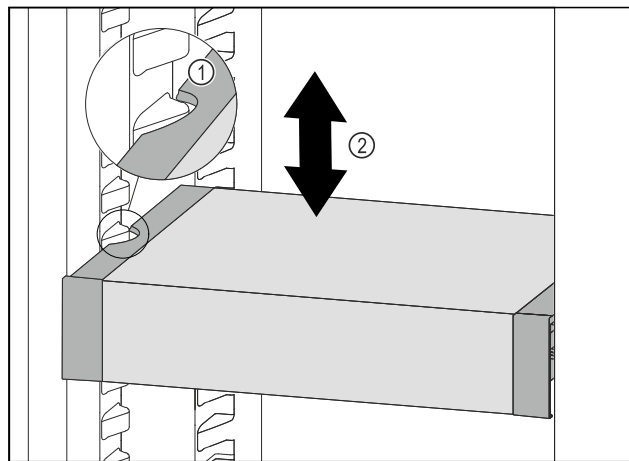

Fig. 122
- Táhněte VarioSafe dopředu, dokud nebudou boční vybrání VarioSafe na úrovni žebrování na nádoby v chladničce. Fig. 122 (1)
- Posouvejte VarioSafe v chladničce nahoru nebo dolů, dokud nedosáhnete požadované výšky. Fig. 122 (2)